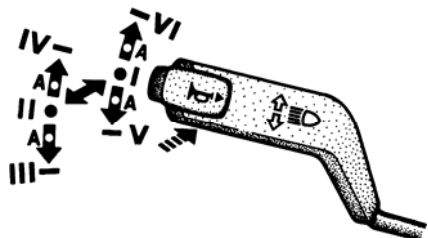

Рис. 5.3. Положение рычага переключателя указателей поворота и света фар (со звуковым сигналом)
Рычаг имеет шесть фиксированных положений – I, II, III, IV, V и VI и четыре нефиксированных положения  $\leftrightarrow A \approx$  (рис. 5.3 и 5.4). Если рычаг переключения находится в положении I, а ручка центрального переключателя света в положении II, то горит ближний свет фар. Переместив рычаг в положение II – горит дальний свет фар и загорается сигнализатор синего цвета. При неоднократном перемещении рычага переключателя из положения I на себя вдоль рулевой колонки (положение нефиксируемое) происходит сигнализация дальним светом фар. При нажатии на кнопку рычага (из любого его положения) вдоль оси включается звуковой сигнал (без фиксации) – см. рис. 5.2.
1) На части автомобилей звуковой сигнал включается переключателем указателей поворота и света фар (см. рис. 5.3).